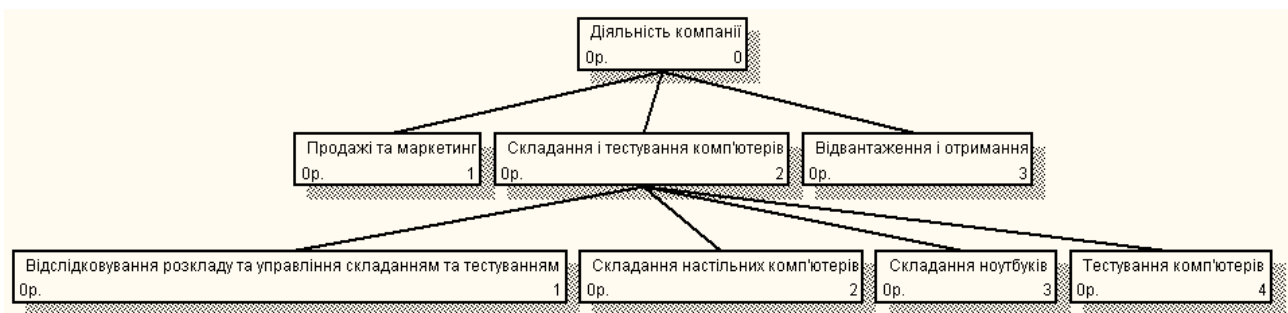

Рисунок 4.4 – Модифікована діаграма дерева вузлів
4. Створіть нову діаграму дерева вузлів. Діаграму дерева вузлів можна модифікувати. Нижній рівень може бути відображено не у вигляді списку, а у вигляді прямокутників, так як верхні рівні. Для модифікації діаграми правою кнопкою мишки клацніть по вільному місцю, не зайнятому об'єктами, виберіть меню *Node Tree Diagram Properties* та у вкладці *Style* діалогу *Node Tree Properties* відключіть опцію *Bullet Last Level*. Результат наведено на рис. 4.4.